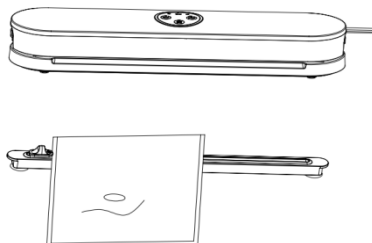

Fig.7
1. Placez le cutter externe sur une surface plane et fixez-le. Comme le montre la figure 7.